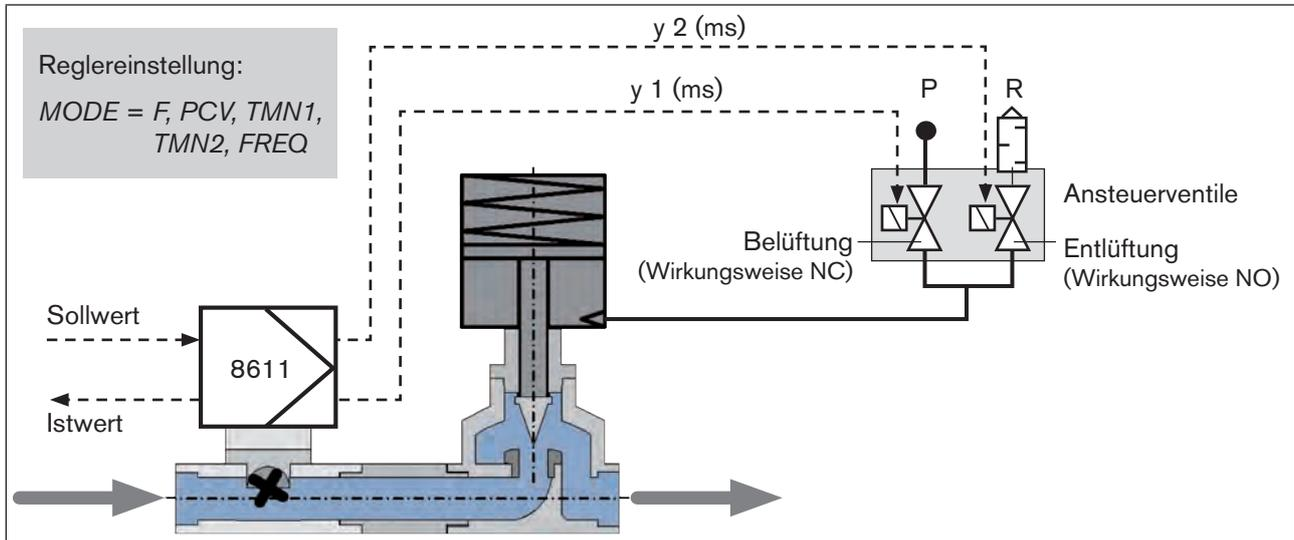

Bild 34: Beispiel für stetigähnliche Regelung mit Prozessventil
**Parametrierung:** Es können, einfach wirkende, pneumatisch betriebene Regelventile mit "normal closed" Funktion betrieben werden. Für die pneumatische Ansteuerung des Prozessventils werden zwei Ansteuerventile benötigt (siehe Bild 34).